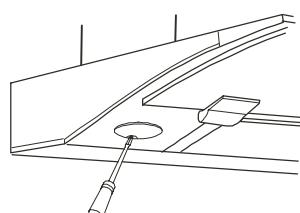

Рис. 6
- ① Стекло лампы удалить с помощью небольшой отвертки (см. рис. 6).
- ② Неисправную лампу выкрутить и заменить на новую такого же типа.
- ③ Стекло лампы снова установить на задний край экрана, нажав на стекло вверх.